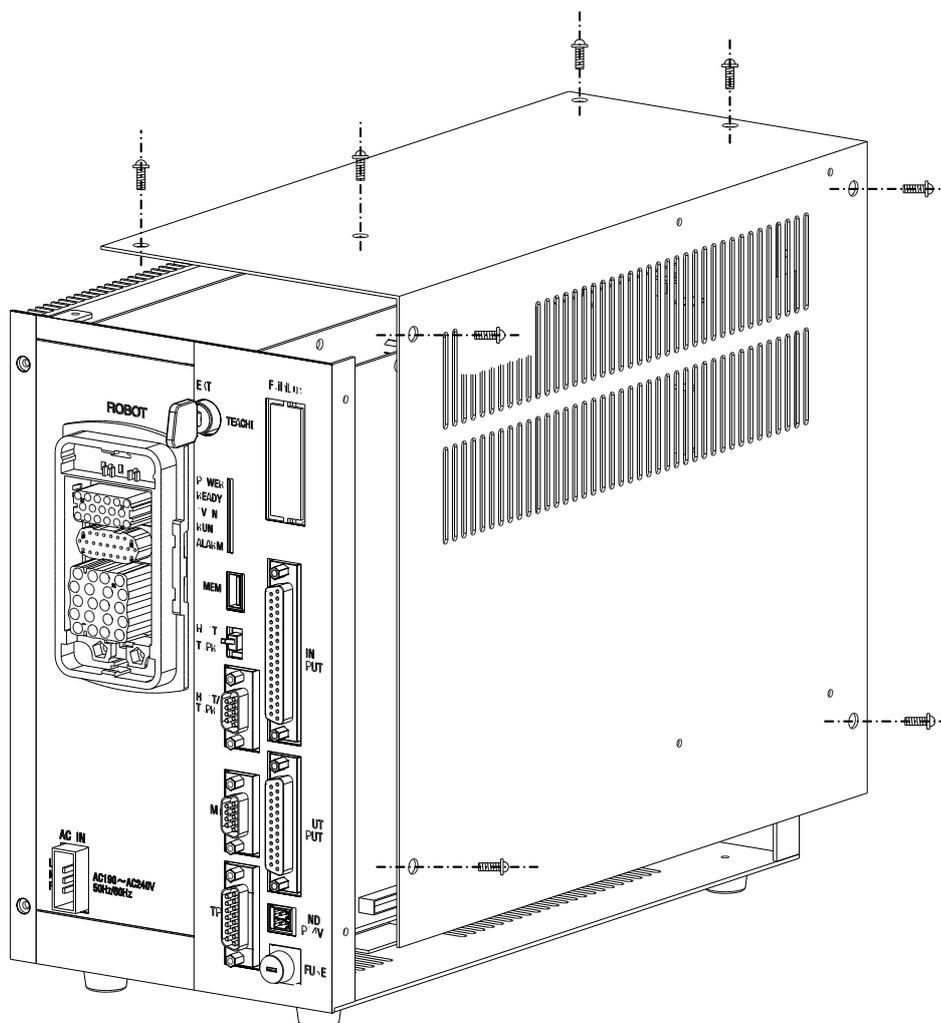

図 7.4 上部カバーの取外し (KSL3000)
- コントローラの保守は、上部カバーを取り外して行ないます。（図7.4参照）